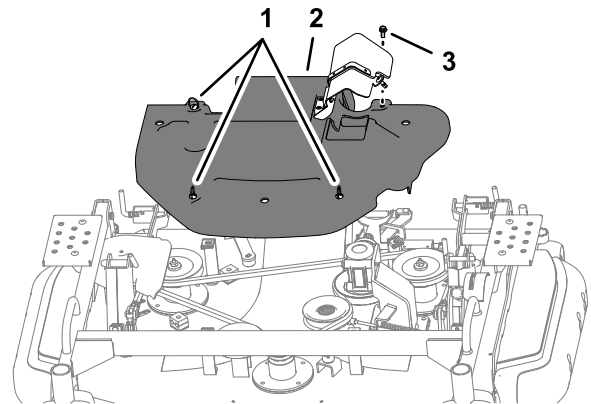

Figura 116
1. Rotii elementele de fixare cu rotire 3 sferturi de tură în sens invers acelor de ceasornic (Figura 116).
punii mainii de tuns iarba; consultai Figura 116 din Îndepărtarea capacului curelei (Pagină 76).
3. Montați urubul din capacul curelei la piulia cu clemă a punii mainii de tuns iarba; consultai Figura 116 din Îndepărtarea capacului curelei (Pagină 76).